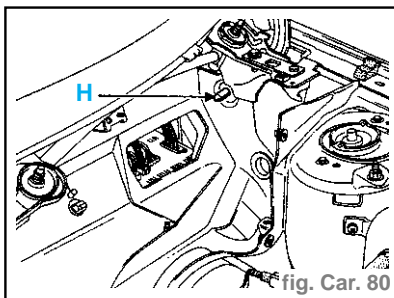

fig. Car. 80
- Positionner le boîtier climatisation sur le centreur (H) puis procéder à l'inverse de la dépose. (fig. Car. 80)